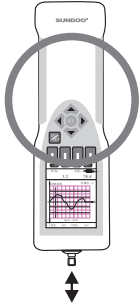
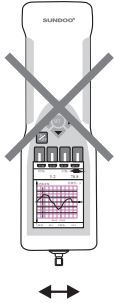

图1
图2
- 5、本机用于测试推力或拉力（图1），严禁在测试杆弯曲或者拧紧的方向用力（图2、3）；